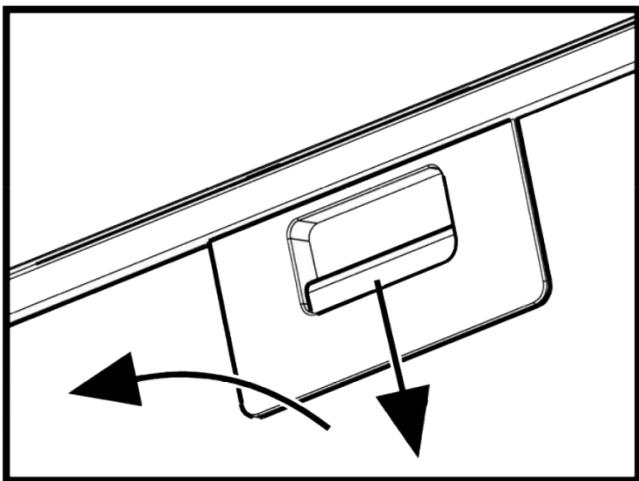

Рис.7
7.10 Для снятия алюминиевого фильтра (рис.7) необходимо нажать на пружинную задвижку и, потянув на себя и вниз, снять фильтр с панели. Установку фильтра выполнить в обратном порядке. **Не устанавливайте фильтр после мойки до его полного высыхания.**